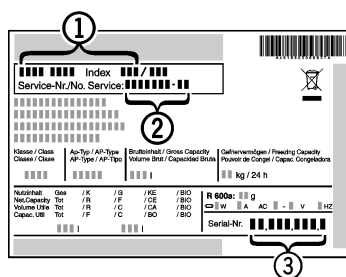

Fig. 10
- ▶ Denominación del aparato *Fig. 10 (1)*, nº del servicio técnico *Fig. 10 (2)* y nº de serie *Fig. 10 (3)* en la placa de identificación. La placa de identificación se encuentra en la parte interior izquierda del aparato.
- ▶ Informe al servicio postventa e indique el fallo, la denominación del aparato *Fig. 10 (1)*, el nº del servicio técnico *Fig. 10 (2)* y el nº de serie *Fig. 10 (3)* .